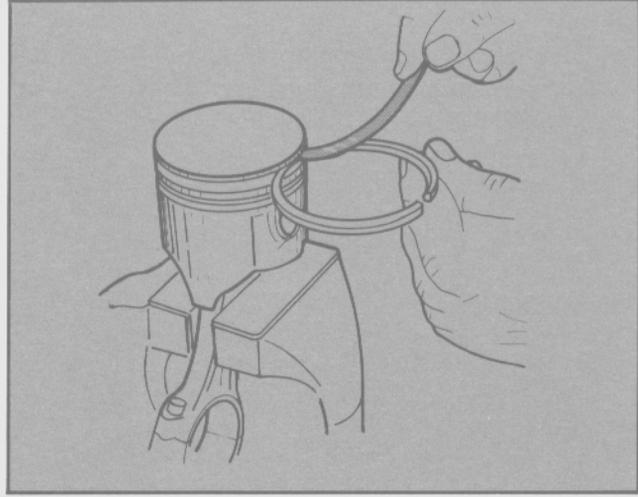

Fig. 75 - Control del aro en su ranura
- c) Colocar un aro de compresión nuevo en la forma que indica la figura. Controlar que el aro corresponda a la ranura en que se instala (Fig. 75).